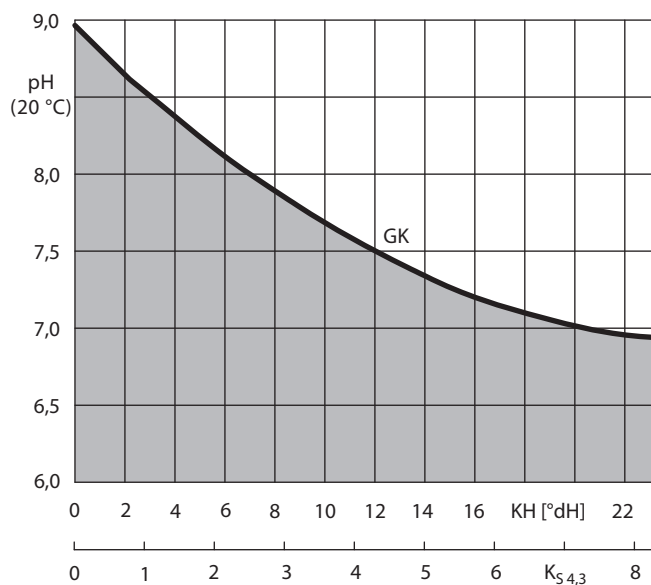

Рис. 1: Подверженность отслоению известковых налетов.
- Подверженность отслоению известковых налетов согласно рис. 1.
Накипи вредят процессу перекачки жидкости или препятствуют отводу тепла от мотора. К образованию нежелательных отложений может привести повышенная склонность к отложению извести согласно рис. 1 (жесткая вода, например, железо прилб. 0,2 мг/л или магний прилб. 0,1 мг/л, осадок охры или двуокись марганца).